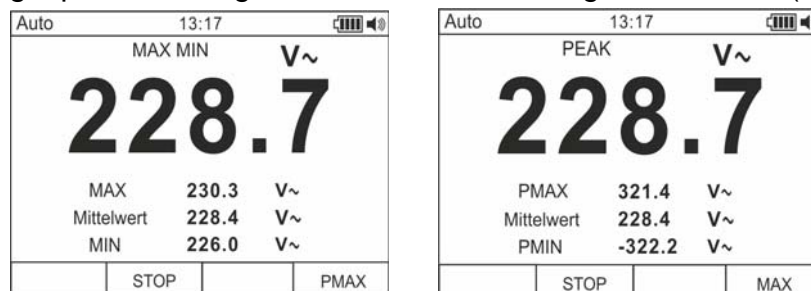

Abb. 7: Speicherung der PEAK Werte
5. Drücken Sie die **F4** Taste, um in den Messmodus der Spitzenwerte der zu messenden Größe einzutreten (siehe Abb. 7 – Mitte). Die Meldung “PEAK” erscheint im Display und die Werte werden für die Funktion MAX/MIN aktualisiert.